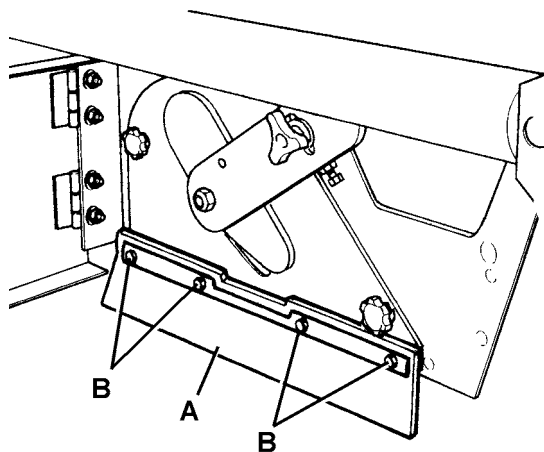
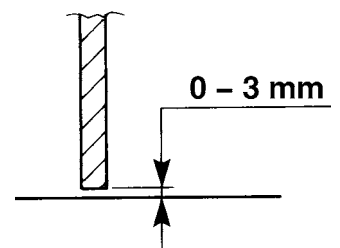

Abbildung 19
Abbildung 21
5. Die Befestiger (8) und (6) lösen, dann die rechte (7) und linke Klappen (5) öffnen.
6. Prüfen, dass die Seitenflaps (A, Abb. 19) unversehrt sind.
7. Prüfen, dass die Bodenfreiheit der Seitenflaps (A, Abb. 19) zwischen 0 und 3 mm (siehe Abb. 21) liegt.
Falls nötig, die Schrauben (B, Abb. 19) lösen und die Flapstellung einstellen. Dann, die Schrauben (B) anziehen.